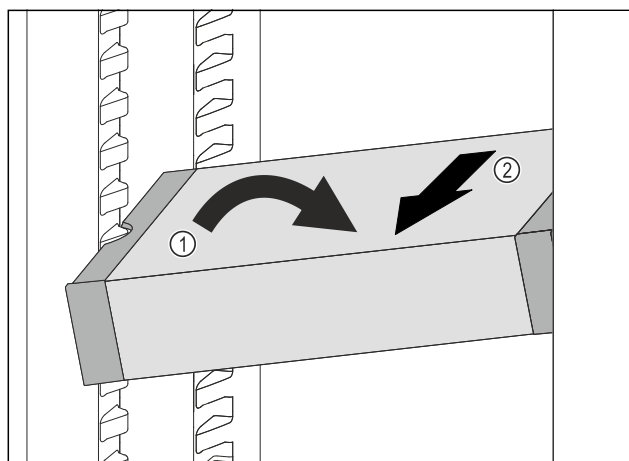

Fig. 112
- Állítsa ferde helyzetbe a VarioSafe-fiókot a hűtőrésszen. Fig. 112 (1)
- Előrefelé vegye ki a VarioSafe-fiókot. Fig. 112 (2)